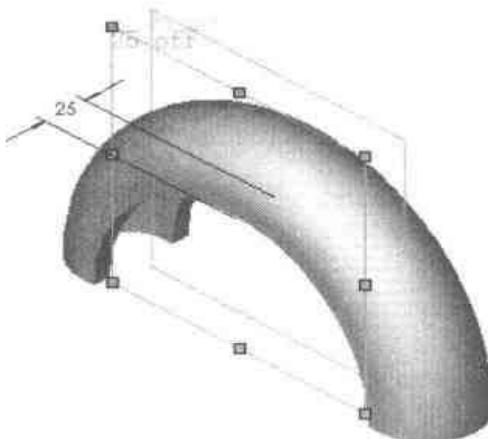

图 2-186 等距平面
- 等距平面：从“Front”平面等距 25mm，如图 2-186 所示。